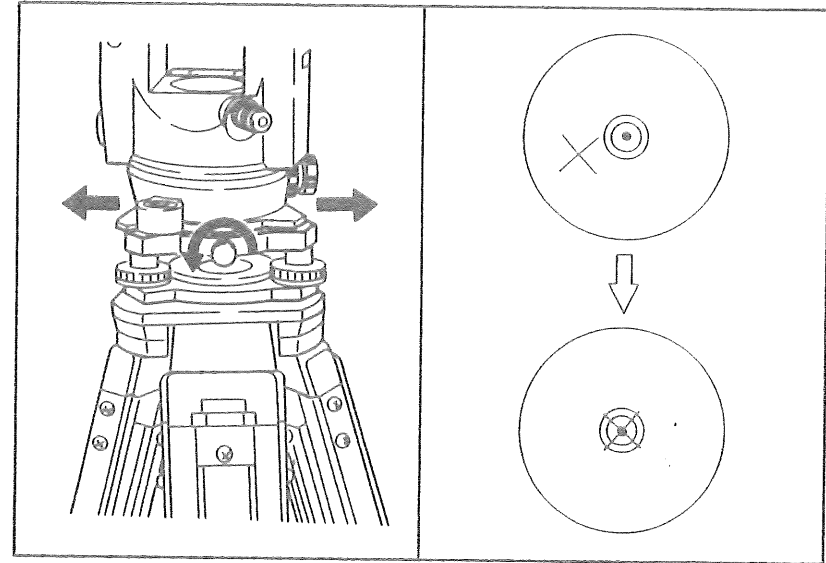

图13
- ④平盤気泡管により、本機を整準します。機械の鉛直軸を鉛直にすることを整準といいます。平盤気泡管を用いて、Ⅳ項(p. 16)に示す要領で行います。
- ⑤測点が◎印の中心に入っているかどうかを確認します。
- ⑥微小量のズレはセンタリング装置のクランプを緩め、装置を摺動して測点を◎印の中心に入れます。(図13)